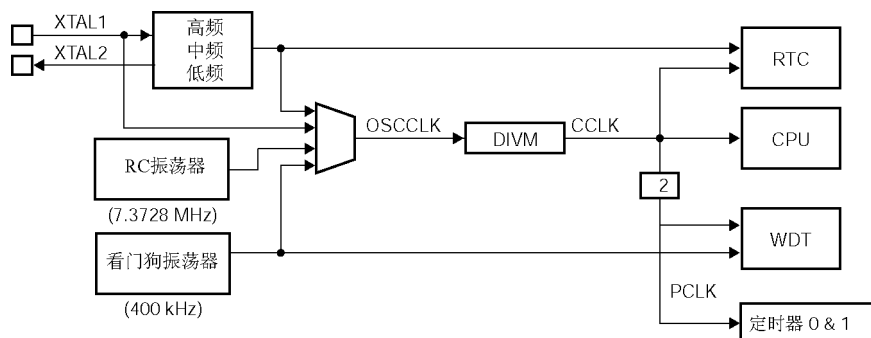

图 10 振荡器控制框图 (P89LPC906)
- OSCCLK—输入到 DIVM 分频器的时钟。OSCCLK 可选择 4 个时钟源之一（见图 10 和 11），也可降低到较低的频率（见 8.7 节“CPU 时钟（CCLK）时钟调整：DIVM 寄存器”）。